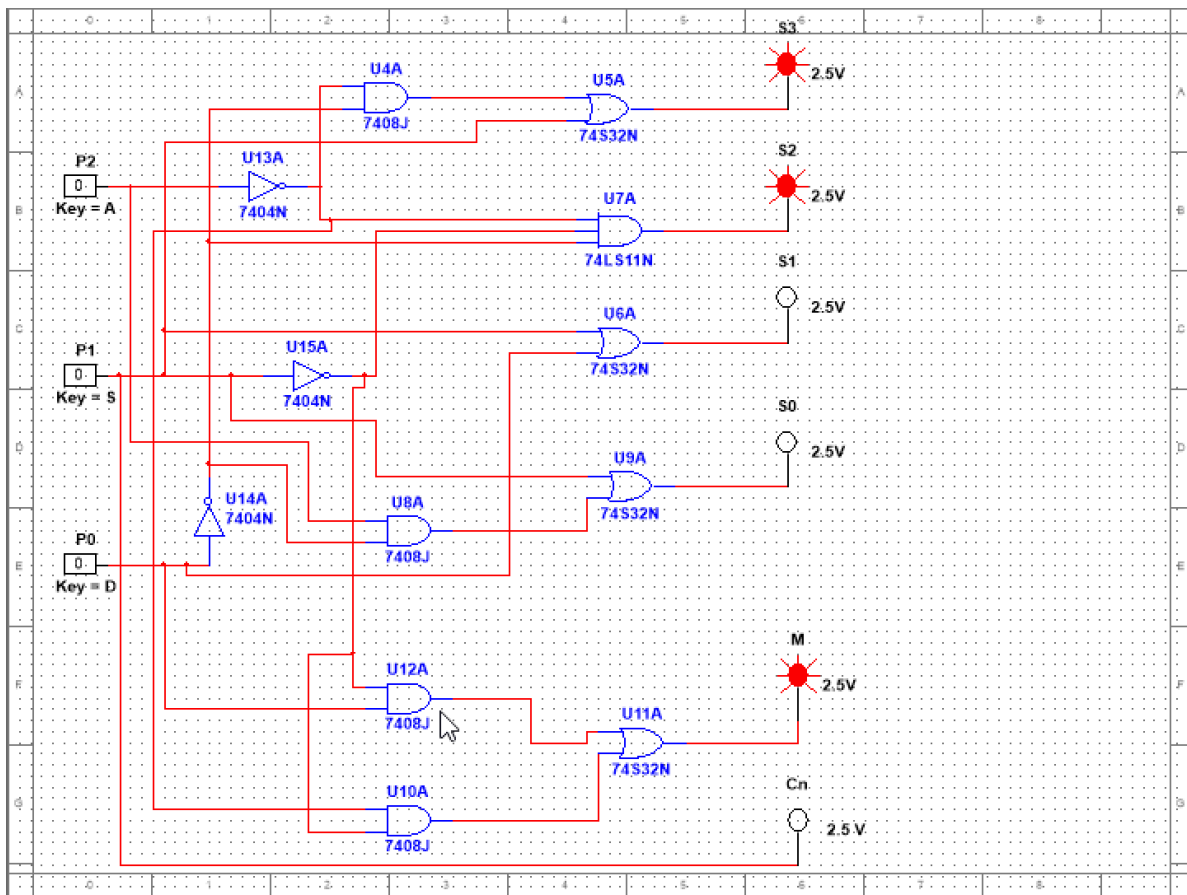

Figura 3. Prueba 1 del sistema de control
- **Prueba 1** (Figura 3): $(P2, P1, P0) = (0, 0, 0) \rightarrow (S3, S2, S1, S0, M, Cn) = (1, 1, 0, 0, 1, 0)$